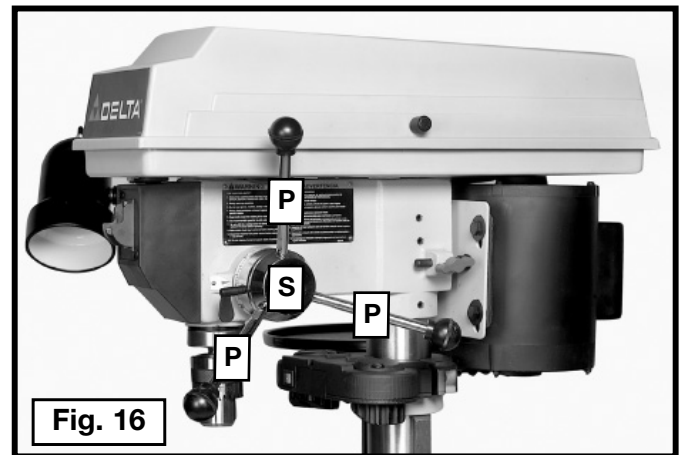

Fig. 16
19. Visser les trois poignées (P, fig. 16) de l'arbre pignon dans les trois trous taraudés situés sur l'arbre pignon (S).